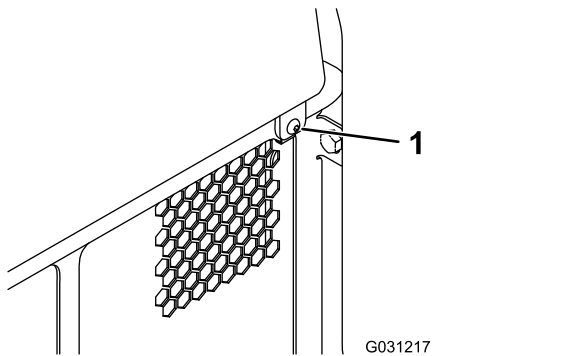

Figura 36
1. Retire la fijación (Figura 36).
2. Levante el panel de acceso trasero para tener acceso a los componentes internos (Figura 36).